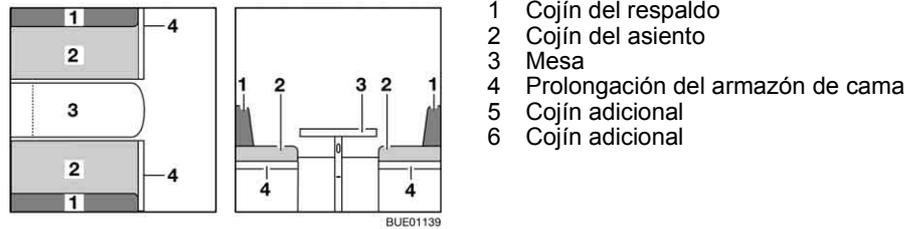

Fig. 91 Antes de la transformación
- Transformar la mesa (Fig. 91,3) en base de cama (véase apartado 6.11).
- Desplegar la prolongación del armazón de cama (Fig. 91,4).
- Quitar los cojines del respaldo (Fig. 91,1) y ponerlos a un lado.